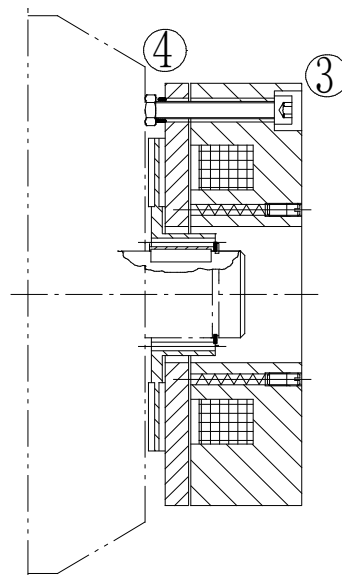

图 9.3-9b
- (2) 如图 9.3-9b, 旋松制动器安装螺钉③、调节空心螺母④, 使工作气隙到 0.6mm, 再旋紧制动器安装螺钉③;